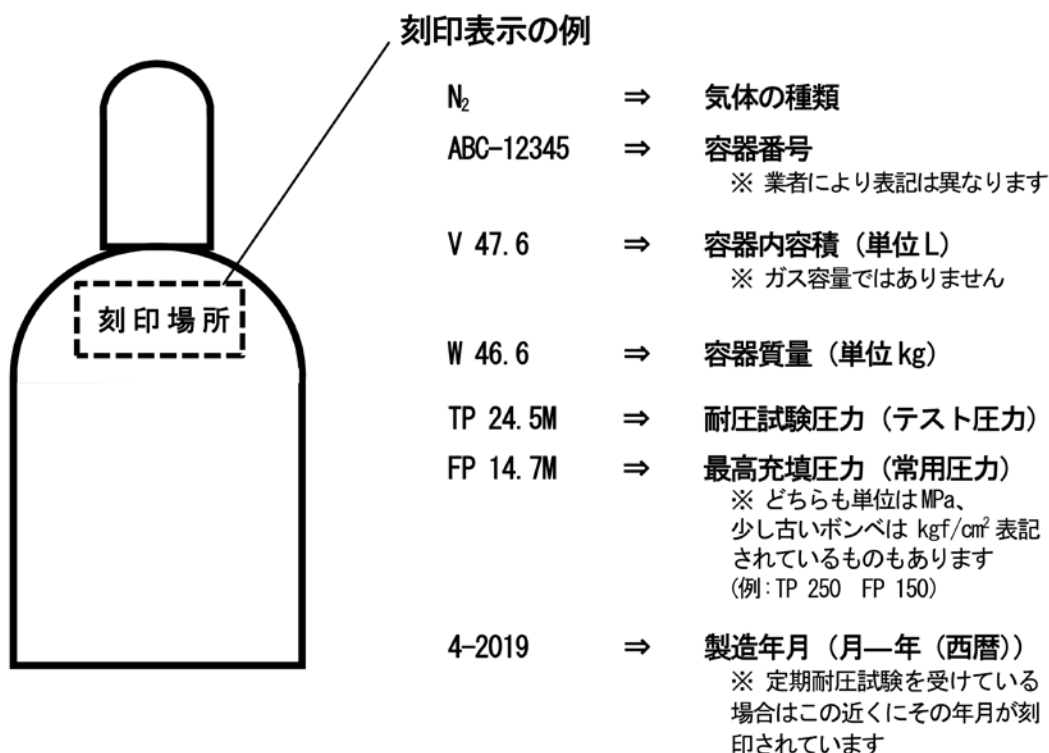

図8－1 ボンベの刻印
- (4) ボンベの肩の部分には、「容器番号」、「容器の内容積」、「容器の質量」、「耐圧テスト年月」、「耐圧試験圧力」、「最高充填圧力」などが刻印されていますので、内容をよく把握してください（図8－1）。